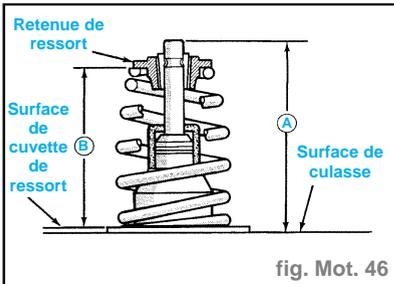

fig. Mot. 46
- Vérifier la hauteur installée du ressort de soupape après la rectification de la soupape et du siège (fig. Mot. 46).
- Vérifier les dimensions **A** entre l'extrémité de la soupape et la culasse après la rectification des sièges ou des faces de soupape (fig. Mot. 46). Meuler l'extrémité de la soupape pour obtenir **49,541 à 51,271 mm** au-delà de la cuvette de ressort lors de la pose dans la culasse. Vérifier l'état de l'extrémité de la soupape et en cas de besoin, le chanfrein de l'extrémité doit être meulé pour éviter d'endommager la bague d'étanchéité lors de la pose de la soupape.
déposer l'outil. Si les soupapes et/ou les sièges sont rectifiés, mesurer la hauteur installée des ressorts (dimension **B**) (fig. Mot. 46), en prenant la mesure depuis le sommet de la cuvette du ressort jusqu'à la base de la retenue du ressort. Si la hauteur dépasse **40,6 mm**, poser une entretoise de **0,794 mm** sous le siège de ressort pour obtenir une hauteur de ressort normale comprise entre **39,1 et 40,6 mm**.